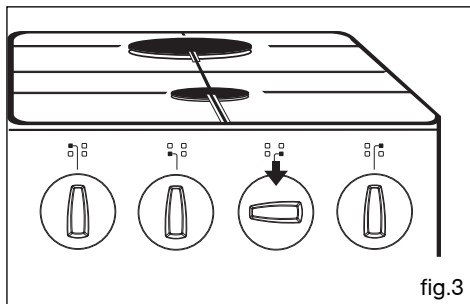

fig.3
- **Relâchez** ensuite la manette, la flamme persiste (Fig.3).